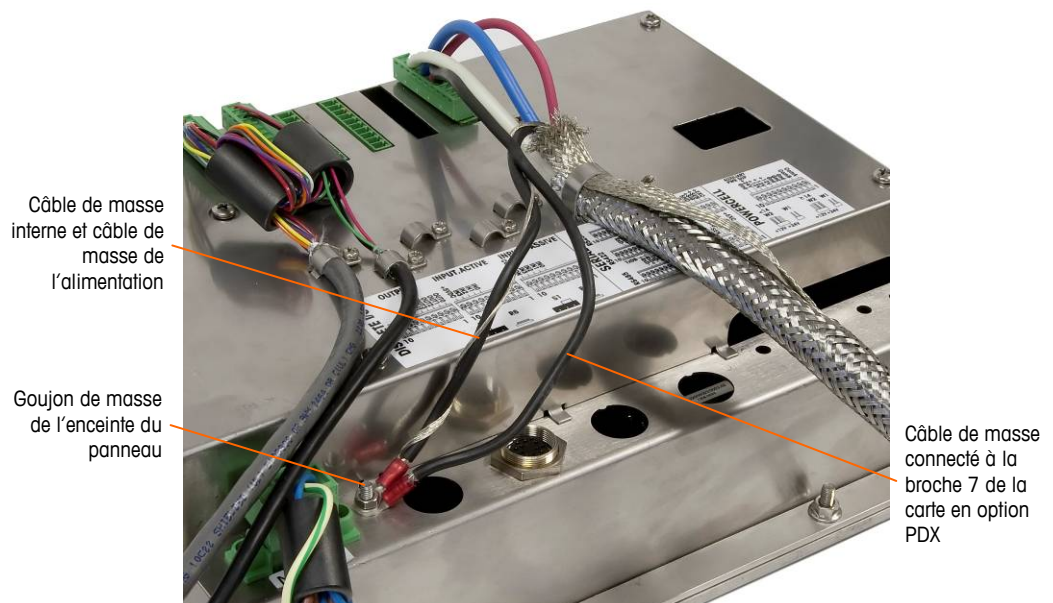

Figure 2-48: Connexions terminées de la masse de l'alimentation du circuit commun, Enceinte à montage sur panneau
6. Pour une enceinte IND780 à montage sur panneau, réalisez les terminaisons décrites à l'étape 5 sur le goujon de masse externe comme indiqué à la Figure 2-48.